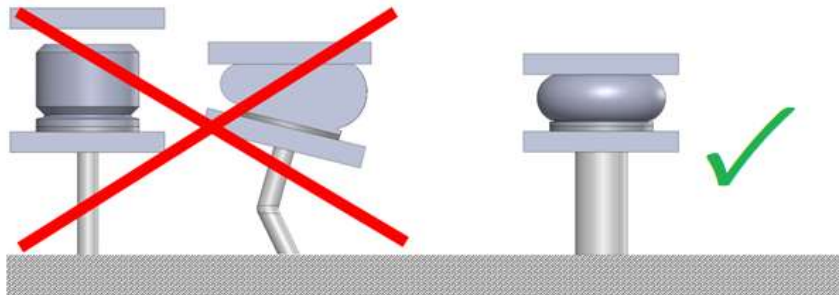

Bild 8: Unterbau stabil und Auflageflächen nach 4.3 auslegen
4.6 Die Gegendruckplatten und deren Unterbau, müssen bei einer Kollision die gesamte durch den Puffer übertragene Kraft aufnehmen können, denn die Befestigungselemente des Puffers sind keine tragenden Elemente. Sie dienen nur zur Befestigung (Bild 8) (s. 3.3.2).